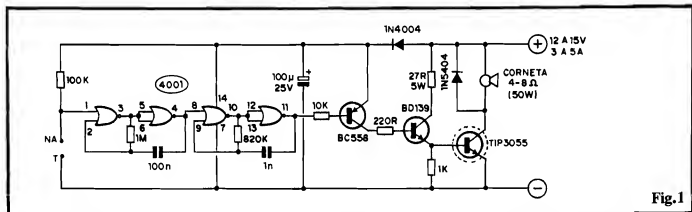

Fig. 1
- FIG. 1 - DIAGRAMA ESQUEMÁTICO DO CIRCUITO - Como é comum nos modernos circuitos geradores de áudio, para as mais diversas finalidades, utilizou-se no centro do arranjo, um Integrado Digital C.MOS (devido à sua versatilidade, baixo consumo intrínseco, facilidade de "circuitagem" para a realização de ASTÁVELS, etc.), código 4001 (quatro gates NOR de duas entradas cada...), do